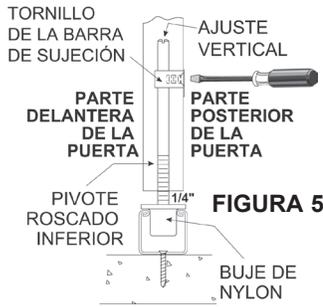

FIGURA 5
Coloque las puertas boca abajo sobre una superficie que no estropee el acabado, con la parte inferior de las puertas (que contienen las varillas de pivotes roscados) más cerca suyo. Localice la varilla de pivote roscado en la esquina inferior de la jamba de una puerta (Figura 5). Afloje el tornillo de sujeción de barra y el tornillo de la varilla de pivote hasta que el buje de nylon esté aproximadamente 1/4" por debajo de la parte inferior de la puerta. Prepare el segundo juego de paneles de la misma forma.
**Para niveles la parte superior de los paneles,** levante o baje los paneles mediante el ajuste de la parte superior de pivote inferior (consulte Ajuste Vertical, Figura 5) para que haya un espacio de 1/8" entre el carril superior y la parte superior de los paneles.